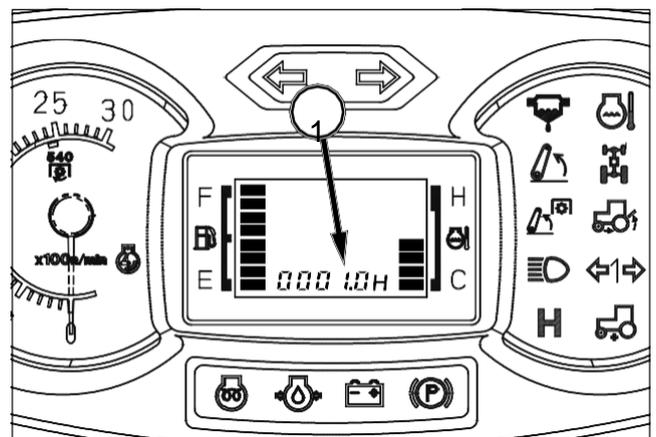

FIG. 47
FIG. 47: El contador horario del motor (1) permite determinar mejor los intervalos de mantenimiento del tractor. La cifra del extremo derecho indica cada 1/10 de hora.